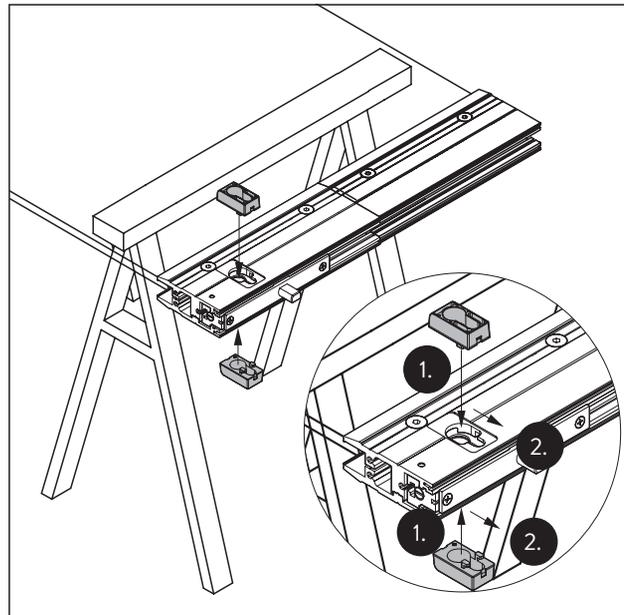

Fig. 10 Posizionare e agganciare le rosette.
4. Posizionare le rosette inferiori sul modulo della serratura (Fig. 10/1) e agganciare verso il basso. (Fig. 10/2).